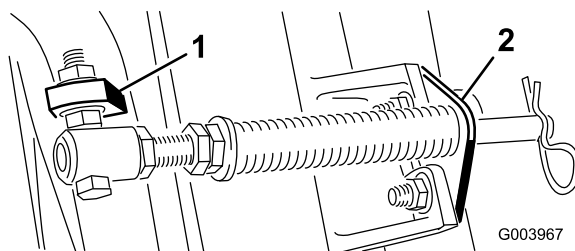

Figure 5
- D. Montez le support de tige sur les pattes du plateau de coupe à l'aide des boulons de carrosserie et des écrous (Figure 5).